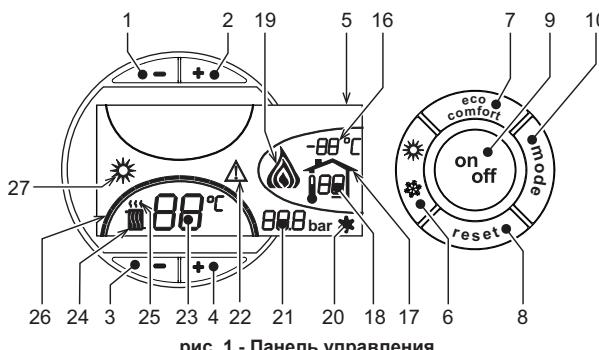
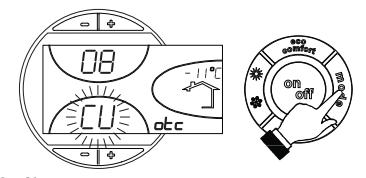
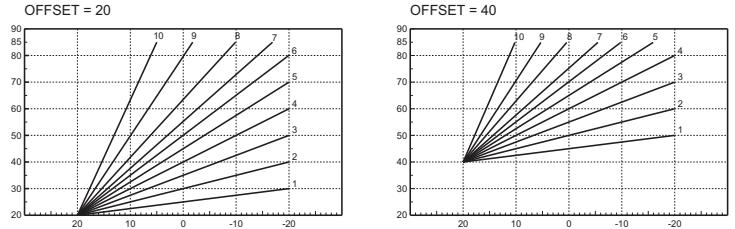

рис. 1 - Панель управления
рис. 9 - Кривая погодозависимого регулирования
рис. 12 - Пример параллельного смещения кривых погодозависимого регулирования
Нажмите клавишу on/off (поз. 9 - рис. 1) в течение 1 секунды.
Когда котел выключен, на электронный блок продолжает подаваться электрическое питание. Система отопления не работает. Остается активной система защиты от замерзания. Для повторного включения котла снова нажмите клавишу on/off (поз. 9 рис. 1) в течение 1 секунды.
- Нажмите кнопку ВКЛ/ВЫКЛ (9 - рис. 1)
Нажмите клавишу **Лето/Зима** (поз. 6 - рис. 1) на 1 секунду.
На дисплее высвечивается символ "Лето" (поз. 27 - рис. 1). При этом котел будет вырабатывать только воду для ГВС. Остается активной система защиты от замерзания.
Для выключения режима "Лето" вновь нажмите клавишу **Лето/Зима** (Поз. 6 - рис. 1) на 1 секунду.
Температура в системе отопления регулируется в пределах от 30°C до 80°C с помощью клавиш (дет. 3 и 4 - рис. 1).
Температура в системе ГВС регулируется в пределах от 10°C до 65°C с помощью клавиш (поз. 1 и 2 - рис. 1).
При установке внешнего датчика (опция) на дисплей панели управления (поз. 5 - ) выводится рис. 1 текущая внешняя температура, измеряемая этим датчиком. При этом система управления котлом работает в режиме "Плавающая температура". В этом режиме температура воды в системе отопления регулируется в зависимости от внешних климатических условий с тем, чтобы обеспечить максимальный комфорт и экономию энергии в течение всего года. В частности, при увеличении температуры наружного воздуха уменьшается температура подаваемой в систему отопления воды в соответствии с определенной "характеристикой компенсации".
В режиме плавающей температуры величина, заданная с помощью клавиш регулировки отопления (поз. 3 и 4 - рис. 1), становится максимальной температурой воды системы отопления. Рекомендуется устанавливать ее на максимальную величину, чтобы позволить системе выполнять регулировку во всем полезном рабочем диапазоне.
При однократном нажатии на клавишу **Режим** (поз. 10 - рис. 1) отображается фактическая компенсационная кривая (рис. 9), которую можно изменить с помощью **клавиш системы ГВС** (поз. 1 и 2 - рис. 1).
При нажатии **клавиш регулировки температуры отопления**(поз. 3 и 4 - рис. 1) обеспечивается доступ к режиму параллельного изменения кривых ( рис. 12), изменяемого с помощью **клавиш системы ГВС**(поз. 1 и 2 - рис. 1).
При повторном нажатии клавиши **Режим** (поз. 10 - рис. 1) осуществляется выход из режима регулировки параллельных кривых.
Если к котлу подключено устройство дистанционного управления с таймером (опция), вышеописанные регулировки производятся в соответствии с указаниями, приведенными в таблице 1. При этом на дисплее пульта управления (поз. 5 - рис. 1) высвечивается температура в помещении, измеряемая устройством дистанционного управления.
Выбор режимов ECO/COMFORT	При выключении режима ГВС с пульта ДУ котел переходит в режим "Эконом". В этих условиях клавиша 7 - рис. 1 на панели котла отключена. При включении режима ГВС с устройства ДУ с таймером котел устанавливается в режим Comfort. В этих условиях с помощью клавиши 7 - рис. 1 на панели управления котла можно выбрать любой из этих двух режимов.